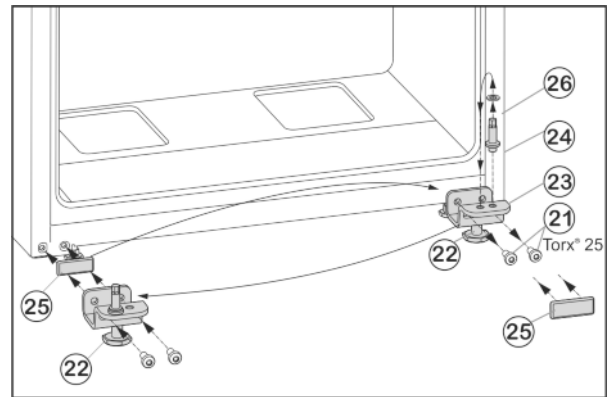

Fig. 9
- ▶ Tekerje le a rögzítőcsavarokat Fig. 9 (21).
- ▶ Vegye le a teljes alsó csapágybakot Fig. 9 (23) a csapszeggel Fig. 9 (24), az alátéttel Fig. 9 (26) és a beállító lábbal Fig. 9 (22).
- ▶ Csavarozza le a teljes csapágybakot Fig. 9 (24) az alátéttel Fig. 9 (26), helyezze át a csapágybak túldoldali felvívó furatába, és csavarozza vissza.
- ▶ Óvatosan vegye le a fedőlemezt Fig. 9 (25), és helyezze át az ellenkező oldalra.
- ▶ Csavarozza vissza a teljes alsó csapágybakot Fig. 9 (23) a csapszeggel Fig. 9 (24), az alátéttel Fig. 9 (26) és a beállító lábbal Fig. 9 (22) a csuklópánt új oldalán **erősen (4 Nm-es nyomatékkal)**, adott esetben egy akkus csavarhúzóval.
- ▶ Az ajtót felülről helyezze Fig. 9 (24) a csapszetre.
- ▶ Tekerje ki az állítólabát Fig. 9 (22) az alsó csapágybakból Fig. 9 (23), míg hozzá nem ér a talajhoz.